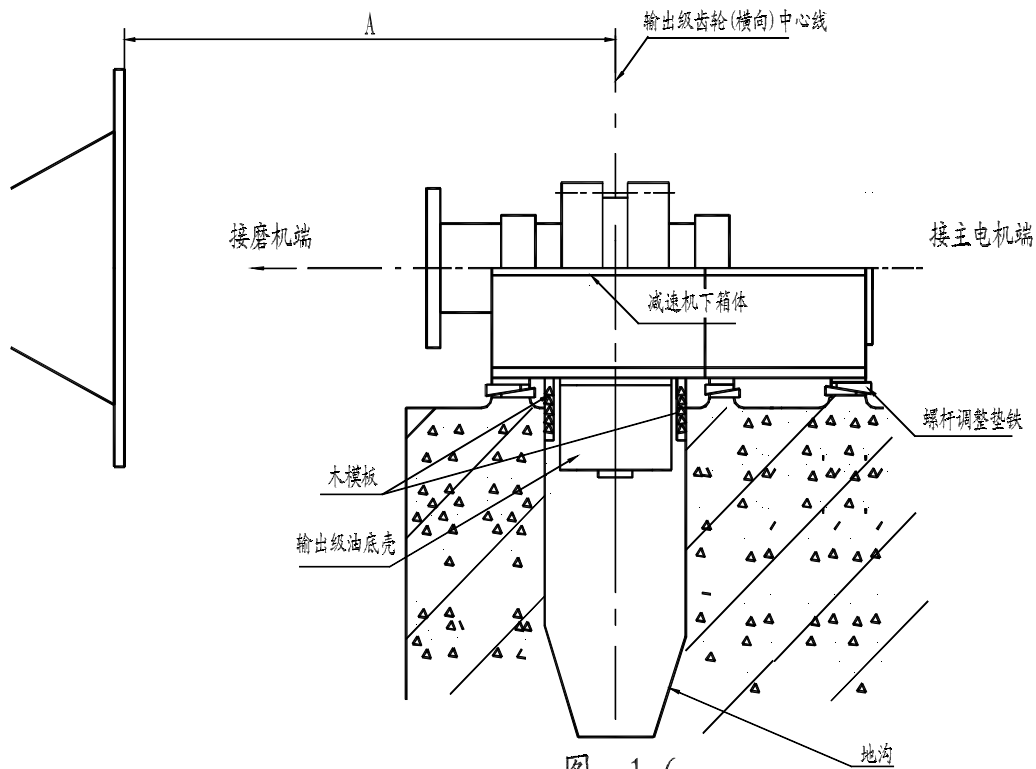
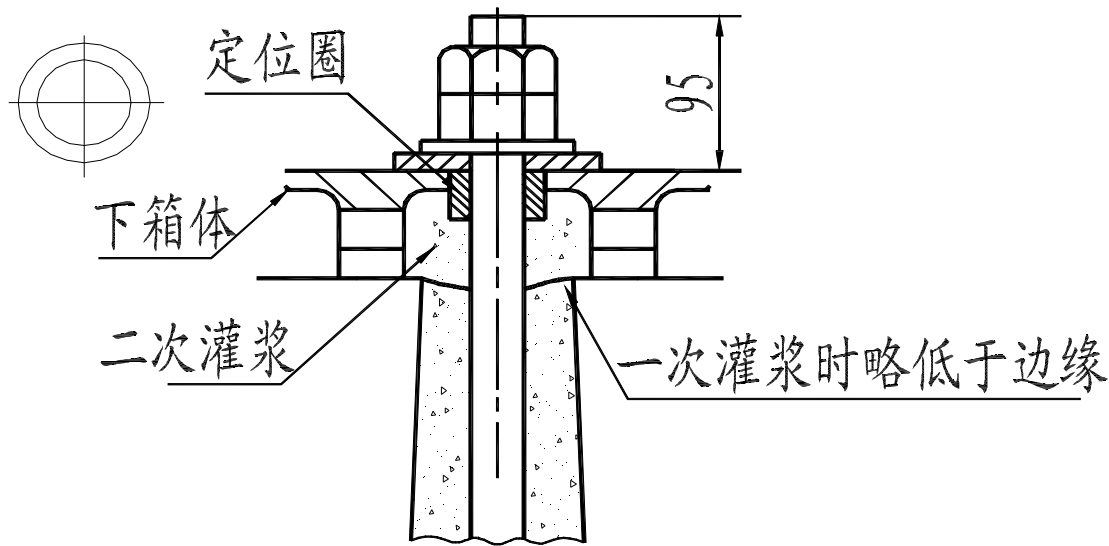

图 1-6
图 1-8
中心线对准基础面上已好的两个基准点。同时使输出级中心线与磨机传动接管端面的距离(见图 1-6) A 值等于基础安装示意图中规定的“A”值。
3. 2. 8. 1 按图 1-8 要求将地脚螺栓垂直固定
3. 2. 10 拧紧地脚螺栓。在混凝土达到设计强度 80% 以上后, 才允许拧紧地脚螺栓。拧紧次序一般从中间向两侧交错对角进行, 施力应均匀。按图 1-8 用双螺母锁紧。螺母与垫圈。垫圈与箱体均应保持面接触。
3. 2. 14 二次灌浆。灌浆前应按图 1-6 安好木模板, 清理干净表面杂物、油污, 混凝土强度等级 C25。砂浆质量比由土建工程师确定, 其标高应符合图 1-8 要求, 确保调整垫铁固定牢靠。